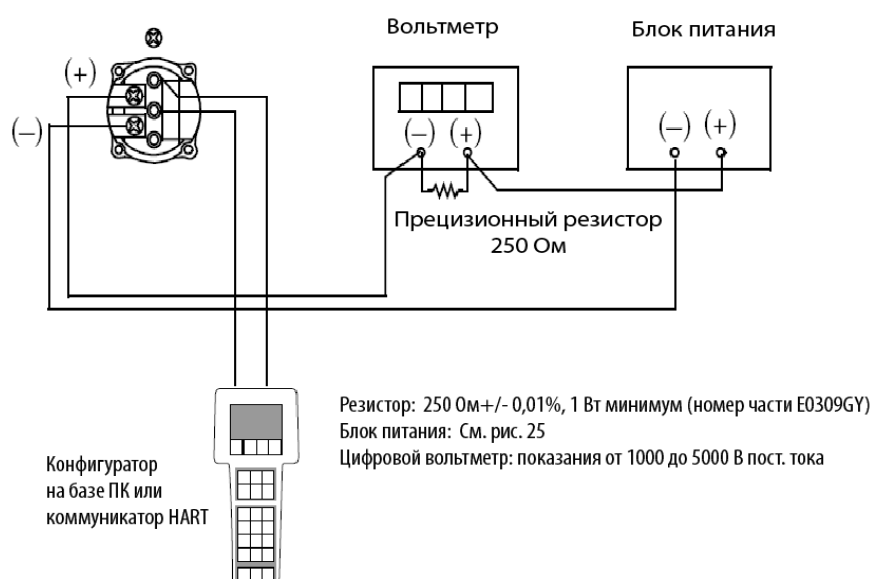

Рисунок 32. Схема подключения электронного оборудования для калибровки выхода 4-20 мА
Для полевой калибровки требуется регулируемая подача воздуха и прибор для измерения давления. Например, можно использовать грузопоршневой манометр или регулируемую подачу чистого воздуха и манометр. Источник давления может быть подключен к технологическому соединению датчика с помощью трубопроводной арматуры, или он может быть подключен к узлу воздухоотводного винта, используя калибровочный винт. Калибровочный винт имеет фитинг из Polyflo и может использоваться для давлений до 700 кПа (100 psi). Его можно приобрести у компании Invensys Process Systems (номер части F0101ES). Схема подключения оборудования показана на рис.32. Далее представлена процедура полевой калибровки.
5. При калибровке выходного сигнала также подключите оборудование, как показано на рис. 32.
При калибровке выходного сигнала также подключите оборудование, как показано на рис. 32.